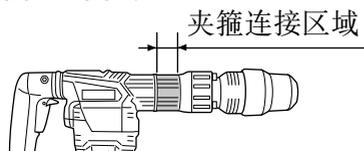
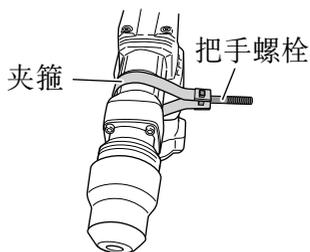

图 2
图 3
(2) 把夹箍放在夹箍连接区域，并将夹箍的两个孔放入把手螺栓的“T”形部位。(图 2、图 3)
(图 2、图 3)